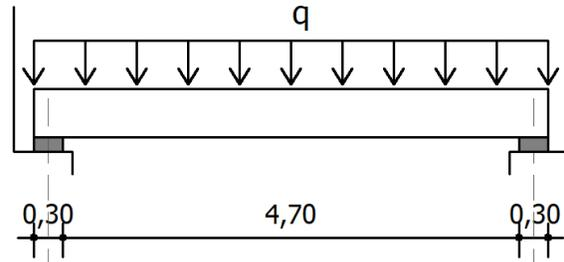

Figura 1
- a) Para la viga prefabricada (simplemente apoyada) de la *Figura 1*, sometida a una sobrecarga de uso  $q_s = 35 \text{ kN/m}$  (además de a su peso propio) diseñar su armadura longitudinal por flexión, con sus correspondientes anclajes. Representar en alzado y sección.